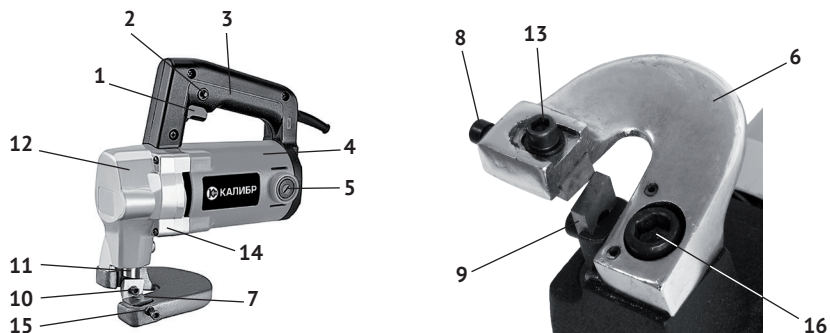

рис.1
1.4.1 Общий вид ножниц представлен на рис. 1
1.4.2 Электродвигатель ножниц расположен в пластиковом корпусе (рис.1 поз.4), к которому через промежуточный щит (рис.1 поз.14) крепится металлический редуктор (рис.1 поз.12). Пластиковая рукоятка (рис.1 поз.3) с выключателем закреплена: задней частью к корпусу двигателя, передней – к промежуточному щиту.
В нижней части рукоятки находится клавиша выключателя (рис.1 поз.1), слева – кнопка (рис.1 поз.2) фиксации клавиши во включённом положении. Включение ножниц осуществляется нажатием на клавишу выключателя указательным пальцем. Фиксация клавиши в рабочем положении, осуществляется кнопкой (рис.1 поз.2), расположенной слева на рукоятке. При повторном нажатии на клавишу, кнопка фиксации и клавиша (со щелчком) возвращается в исходное положение – выключено.
Вращательный момент с якоря электродвигателя шестерёнчатым редуктором, расположенным в металлическом корпусе (рис.1 поз.12), преобразуется эксцентриковым механизмом в возвратно-поступательное движение штока (рис.1 поз.11), в вертикальной плоскости. В паз штока крепится подвижный нож (рис.1 поз.9). На опорной подошве (рис.1 поз.6), выполненной в форме подковы (серьги) крепится неподвижный нож (рис.1 поз.7).
Неподвижный нож (рис.1 поз.7) расположен в пазе опорной подошвы (рис.1 поз.6), имеющей форму подковы (серьги). Для его замены:
- открутить винт регулировки (рис.1 поз.8) и болт крепления (рис.1 поз.13);
Подвижный нож (рис.1 поз.9) расположен в пазе штока (рис.1 поз.11). Для его замены:
- открутить винт крепления (рис.1 поз.10);
- ослабить болт (рис.1 поз.13) крепления ножа к подошве (рис.1 поз.6);
- ослабить стопорную гайку (рис.1 поз.15) регулировочного винта;
- установить регулировочным винтом (рис.1 поз.8) необходимую ширину зазора (А);
- открутить крышки щёткодержателей (рис.1 поз.5), расположенных по бокам корпуса двигателя (рис.1 поз.4);